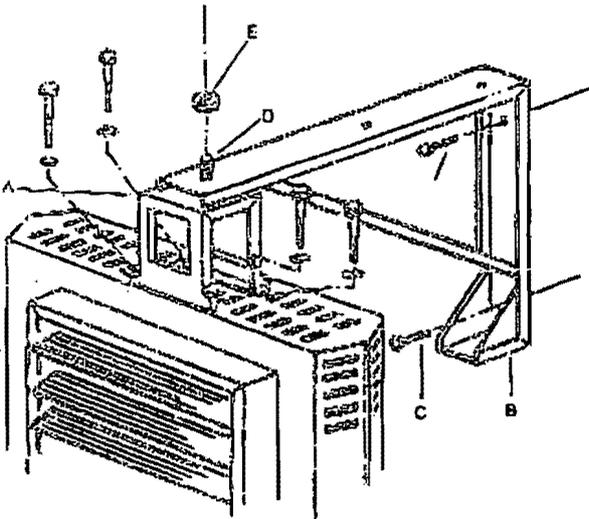
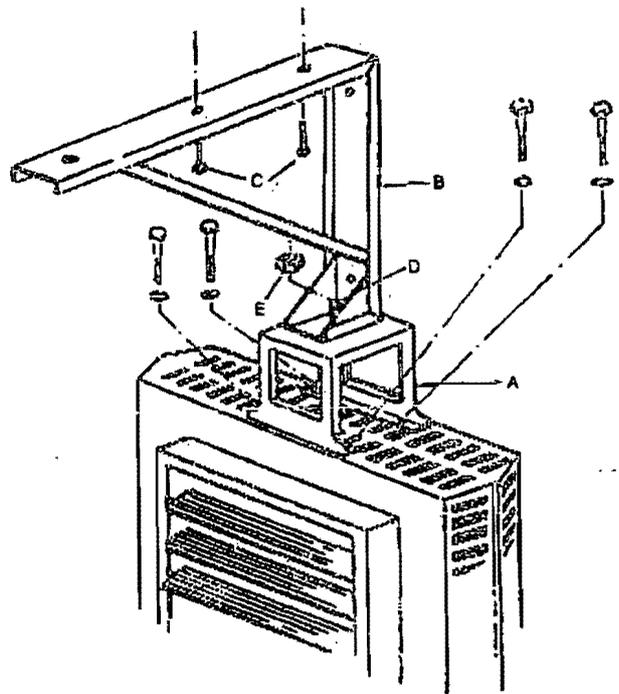

Fig. 1
Fig. 2
- 1) Les supports de suspension à pivot peuvent être utilisés afin de suspendre les radiateurs au mur (Fig. 1) ou au plafond (Fig. 2).